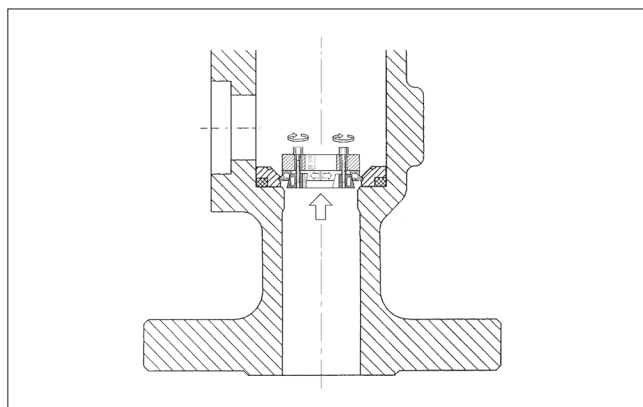

Fig. 16 Extraction du siège verrouillé
- Enlever le demi-corps (2). Si le siège (7) ne repose pas sur la sphère (3), l'empêcher de tomber du demi-corps en l'y maintenant pour le retirer seulement après. **Attention aux doigts!**
- Détacher le siège verrouillé (7) à l'aide d'un extracteur (cf. figure 16). Cf. également chapitre 8 «Outillage nécessaire».